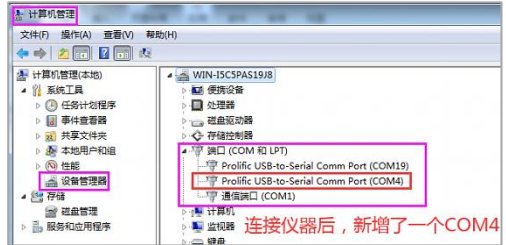

图 50:连接仪器后的端口号
- 8.3、检测仪在开机的情况下，用 USB 数据线将检测仪与电脑连接好（右图 49），此时在端口处会弹出一个新端口“COM4”，见上图 50